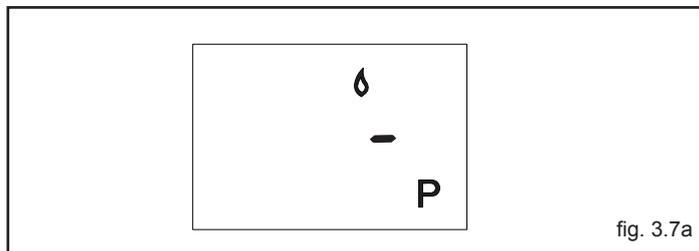

fig. 3.7a
Il visualizzatore (4) indica la temperatura di mandata dell'acqua riscaldamento o dell'acqua sanitaria in base alla richiesta in corso. Durante l'accensione del bruciatore, in seguito ad una richiesta di preriscaldamento, il visualizzatore mostra il simbolo **P** lampeggiante e l'icona fiamma (fig. 3.7a).